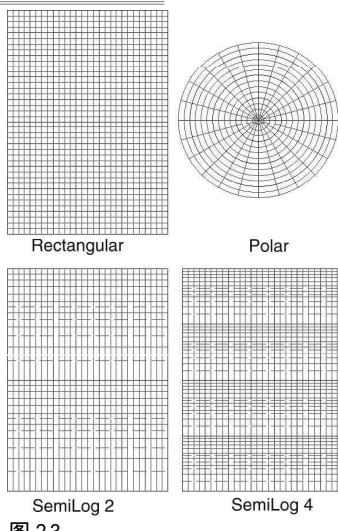

图 23
① 坐标格式：有四种类型可选，见图 23。
② 单元坐标格数量：有 4、5、10 三种可选。
③ 页面布局形式：有单列、双列、四列可选。
④ 坐标线颜色。
⑤ 开始打印。怎么样，你不想试一试吗？